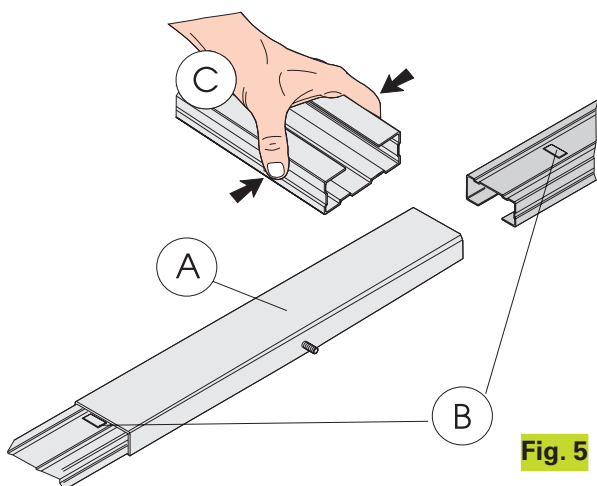

Fig. 5
- 1) Assembler les deux éléments du rail de guidage en les introduisant dans le joint central (fig. 5 réf. A) jusqu'à la rencontre des reliefs métalliques de référence (fig. 5 réf. B). Pour faciliter l'embrayage du rail de guidage, l'introduire dans le joint central en le comprimant d'après la fig. 5 réf. C. Ne pas utiliser d'outils risquant de déformer le rail ou le joint.